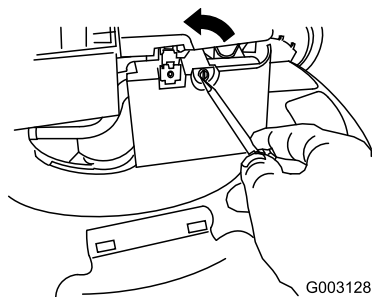

Figure 45
2. Ouvrez le couvercle du filtre à air avec un tournevis (Figure 45)